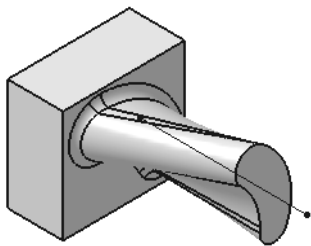

图 4-80 打开的模型文件(3)
1) 启动 CATIA V5 R20 后, 单击工具栏上的打开按钮, 打开选择文件对话框, 选择“yepian.catpart”(随书光盘: \第 4 章\4.3\uncompleted\yepian.catpart), 单击“OK”按钮, 打开的模型文件(3)如图 4-80 所示。
1) 单击“Geometry Management”工具栏上的 Creates rough stock 按钮, 系统弹出“Rough Stock”对话框, 激活“Part body”编辑框, 选择如图 4-80 所示的模型零件为目标加工零件。